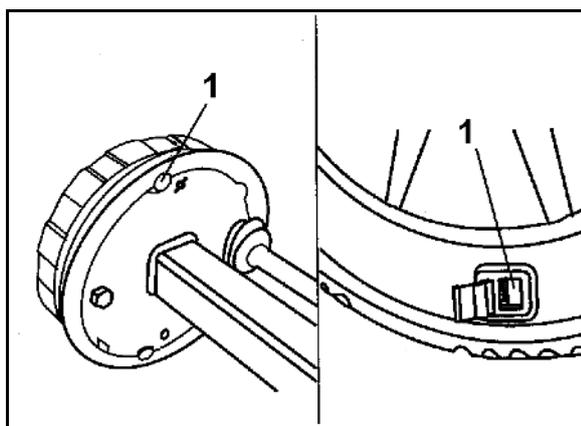

Fig. 79
Actionner l'actionneur de rampe à la main dans le sens de la pression (Fig. 79). En cas de course à vide de la tige de compression du cylindre à membrane à longue course de 35 mm max., le frein sur roue doit être réajusté.
2. Tourner à l'envers la vis de réglage (flèche) avec une clé polygonale (Fig. 79) d'env. un  $\frac{3}{4}$  de tour dans le sens inverse des aiguilles d'une montre. La course à vide doit être d'au moins 50 mm, pour une longueur de levier de 150 mm.